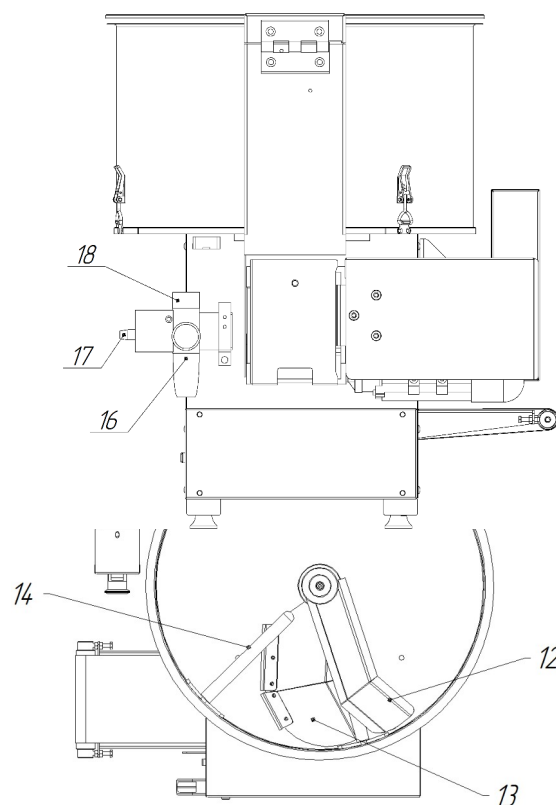
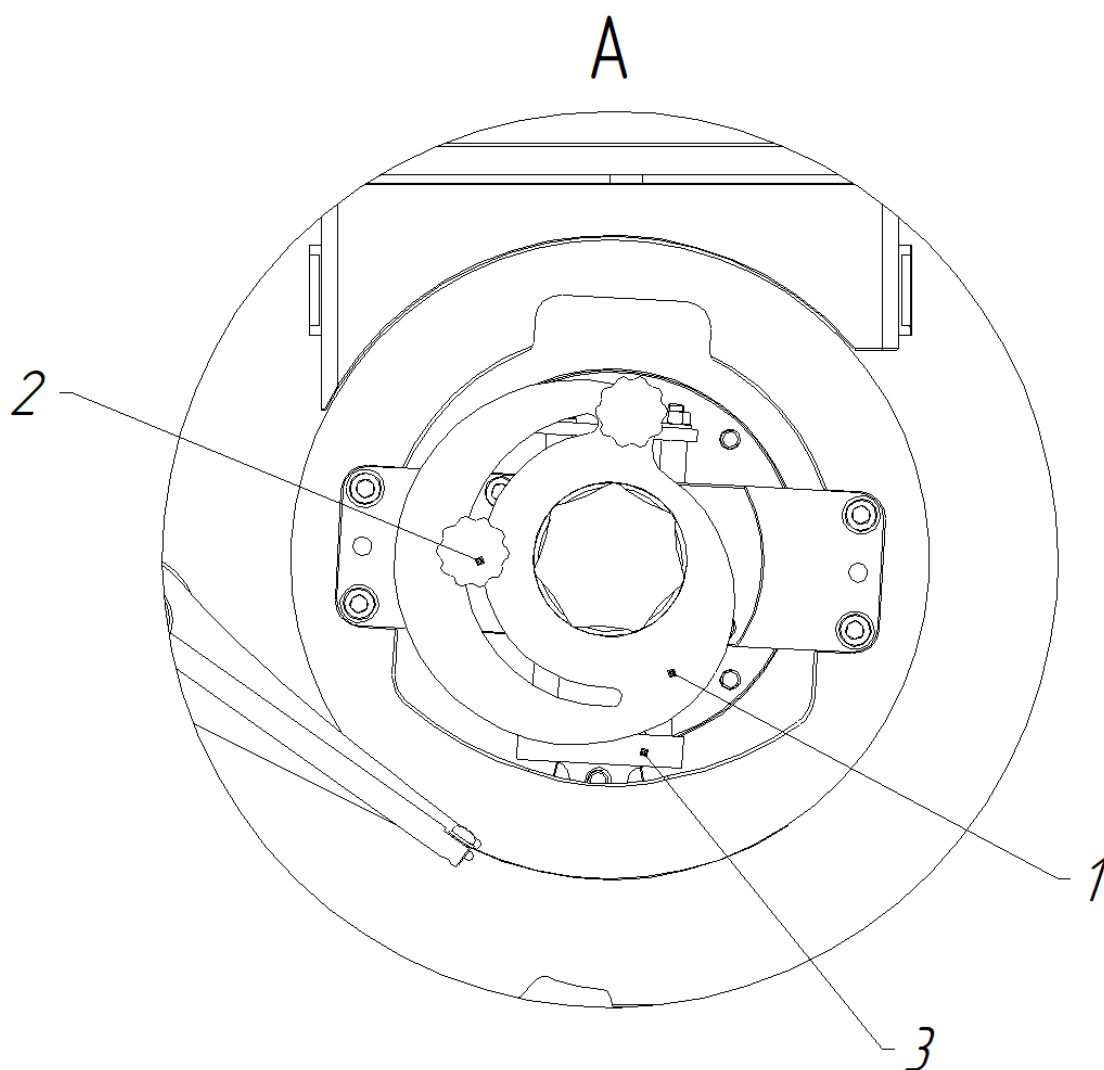

Рис.1
Рис. 3
4.4 Регулировка высоты (массы) котлеты. (Рис.3)
Регулировка высоты (массы) котлеты производится на формующем узле (Рис.1, поз.2) при помощи вращения эксцентрика (Рис.3, поз.1).
Для уменьшения высоты (массы) изделий, необходимо ослабить винт фиксации эксцентрика (Рис.3, поз.2) и повернуть эксцентрик ПРОТИВ часовой стрелки до необходимой толщины. Затяните фиксирующий винт.
Для увеличения высоты (массы) изделий, необходимо ослабить винт фиксации эксцентрика (Рис.3, поз.2) и повернуть эксцентрик ПО часовой стрелки до необходимой толщины. Затяните фиксирующий винт.